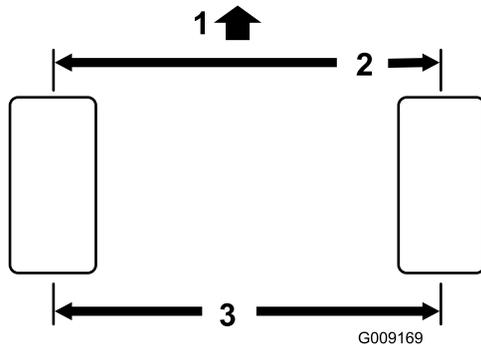

図 55
2. 後輪の前と後ろで、左右のタイヤの中央線間距離を測る（アクスルの高さ位置で計測）（図 55）。前後での計測値の差が  $0 \pm 3$  mm の範囲内であれば適切である。タイヤを90度回し、同じように計測して再確認する。